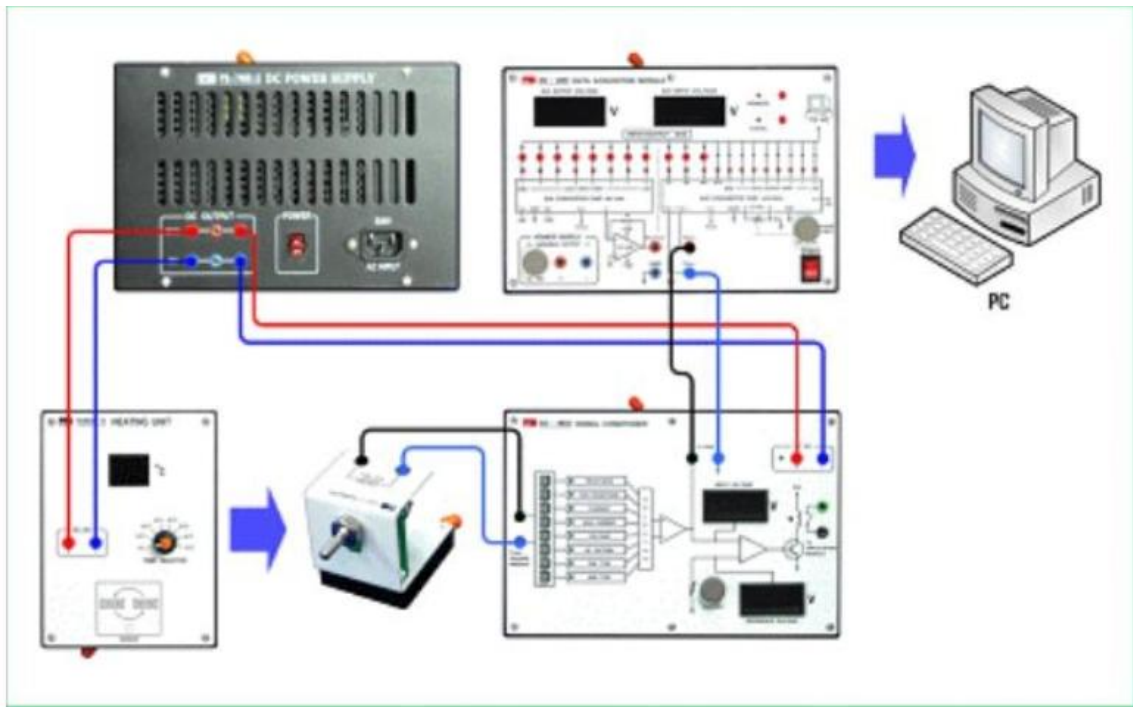

FIGURE 2: Diagramme de branchement du test de la thermistance NTC.
1. En suivant les étapes ci-dessous, réaliser le circuit illustré sur la figure 2 :
- (d) relier les différents modules en utilisant les câbles de connexion comme illustré sur la figure 2,